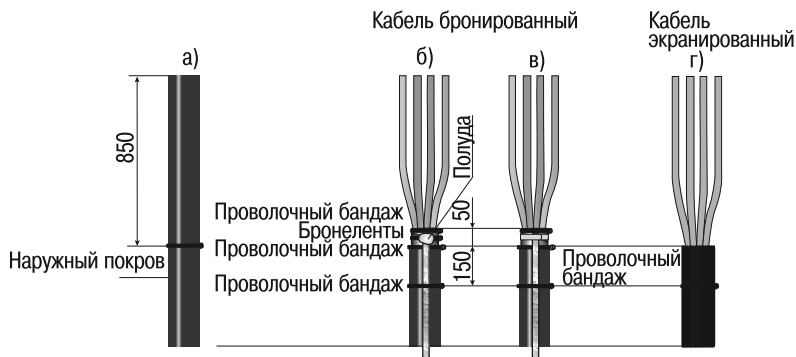

Рисунок 1
- 4.2 Наложить проволоочный бандаж на наружный покров кабеля на длине 850 мм (рисунок 1 а)).
- 4.4.6 В случае комплекта муфты с ППД установить шину заземления концом без наконечника на бронелентах и закрепить её ППД до полной намотки на кабель (рисунок 1 в)).
- 4.5 Для экранированного кабеля (рисунок 1 г)):